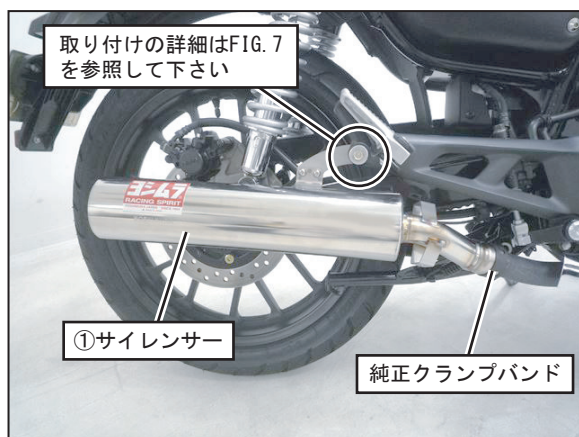

FIG. 6
6. 手順5で組み立てた①サイレンサーを車両に取り付け、クランプバンドを仮締めして下さい。
次に、③サイレンサーステーを車両のサイレンサー取り付け位置に合わせ、純正ボルト、ワッシャ、ナットを使用して仮締めして下さい。(FIG. 6, 7 参照)